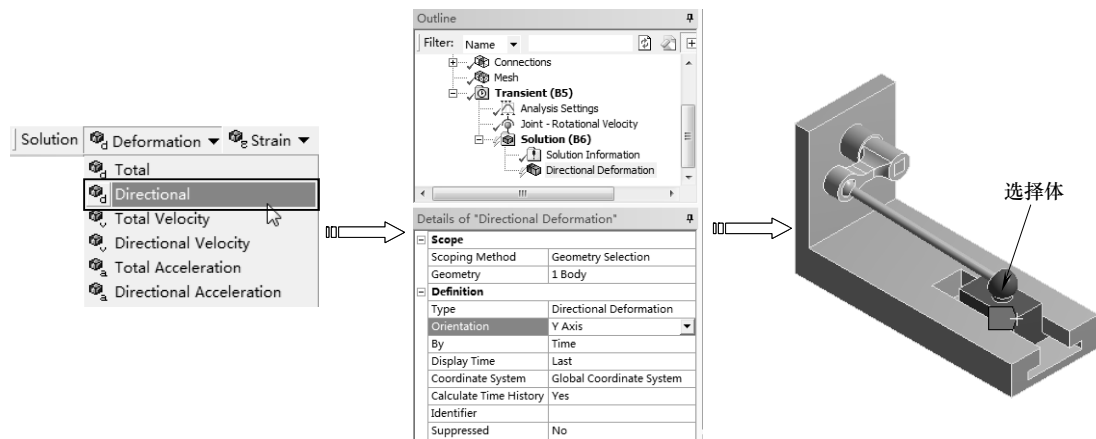

图 10-29 添加位移求解项
2) 求解位移。单击【Solution】工具栏上的【Deformation】|【Directional】命令，此时在分析树中插入【Directional Deformation】项，在图形区选择如图 10-29 所示的实体，然后在详细设置窗口中设置【Orientation】为 Y Axis，如图 10-29 所示。